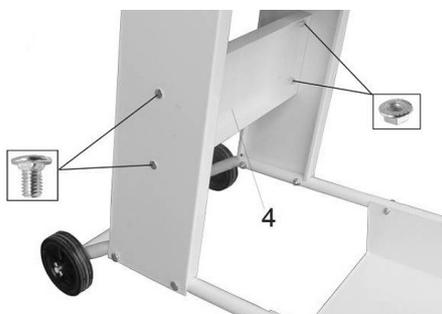

Abb. 5: Montage Seitenbleche
Schritt 3: Schrauben Sie das Querblech (4, Abb.5) mit Hilfe der Vierkantschrauben M8x10 fest.